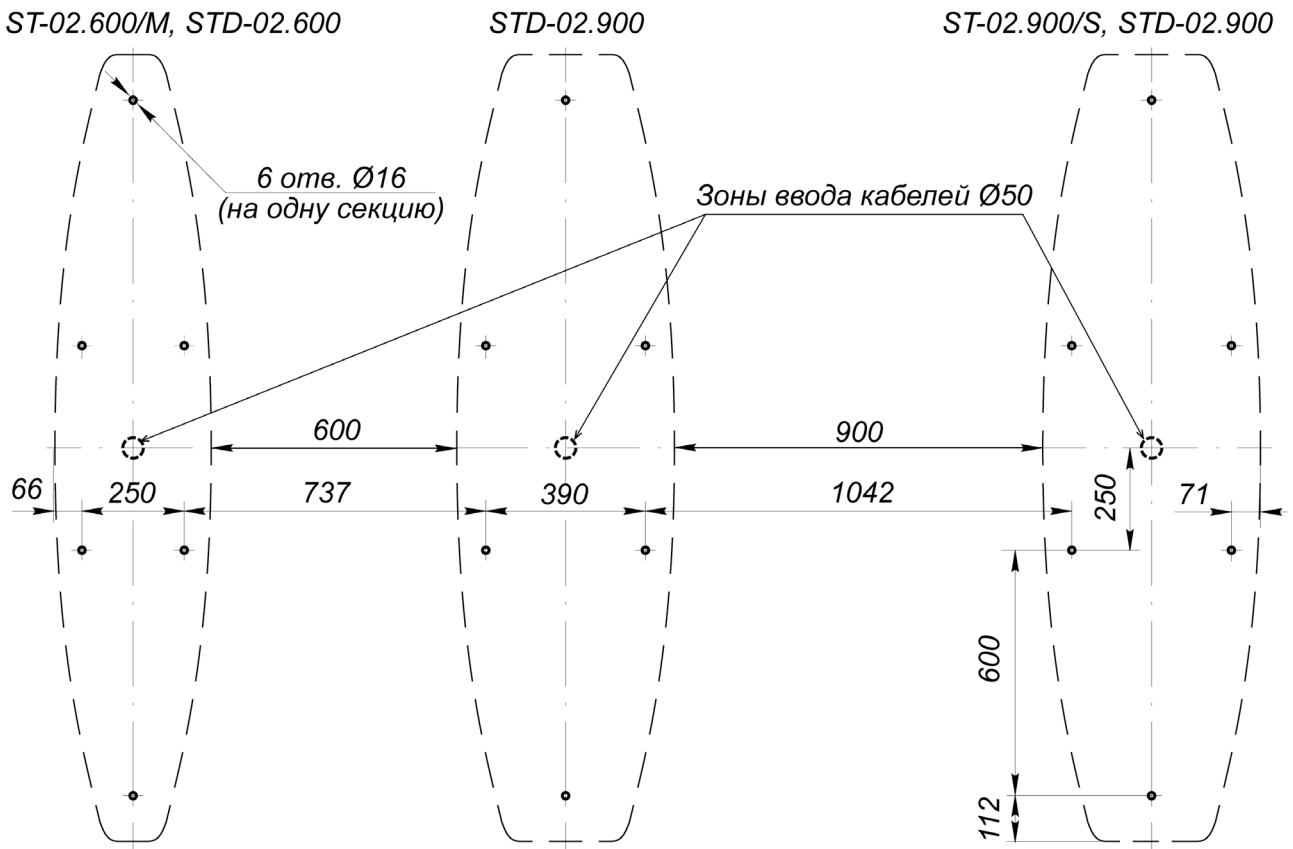

**Рисунок 13. Схема разметки для монтажа секций турникета с шириной зоны прохода 600 мм (PERCo-ST-02.600, PERCo-STD-02.600)**
2. Определите места установки секций *Master* и *Slave*, при необходимости – места установки двусторонних секций. При этом необходимо учитывать правило взаимного расположения секций: напротив створки секции (стороны двусторонней секции) *Master* всегда должна располагаться створка секции (стороны двусторонней секции) *Slave*. Для двухсторонней секции **PERCo-STD-02** сторона (*Master* или *Slave*) определяется с помощью наклеек, расположенных под боковыми панелями (6).
3. В соответствии со схемами, приведенными на рис. 13 – 15, и с учетом проекта проходной произведите разметку и разделку отверстий на установочной поверхности под гильзы анкеров для крепления секций турникета и двусторонних секций. Для разделки отверстий используйте сверло твердосплавное. Глубина сверления при использовании стандартных анкеров PFG IH10 – 65 мм.